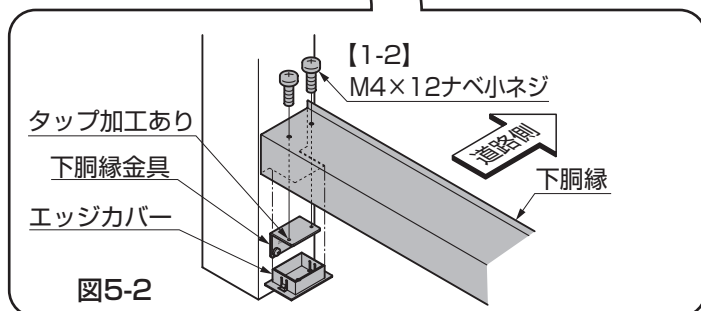

図5-2
- 下胴縁金具は、タップ加工がある穴を天面にして取付けてください。(図5-2参照)